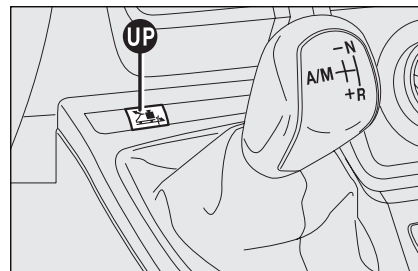

fig. 4
- de tweede methode is volledig automatisch (**AUTO**), waarbij het systeem beslist over het overschakelen. Bij deze methode kan de **UP**-functie (functie voor hellingen) worden gebruikt, waarbij er bij hogere toerentallen wordt overgeschakeld tijdens het rijden op steile hellingen met zware belading. Druk voor het inschakelen van deze functie op knop **UP** **fig. 4**. Deze knop bevindt zich tussen de bedieningsknoppen op het dashboard. De versnellingen en de werking (**MANUAL** of **AUTO**) kunnen bij iedere snelheid worden gekozen met de versnellingspook.
De **UP**-functie kan worden ingeschakeld door op knop **UP-fig. 4** te drukken. Deze knop bevindt zich tussen de bedieningsknoppen op het dashboard.